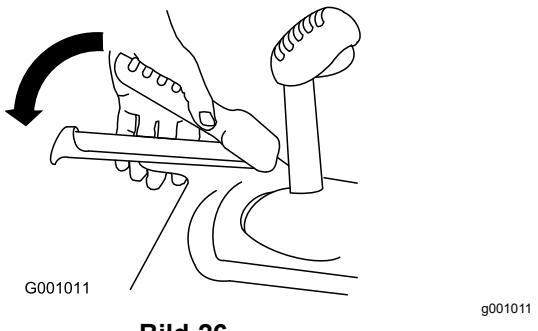

Bild 26
- Kuppeln Sie den Fahrantriebshebel ein und halten ihn fest (Bild 26).